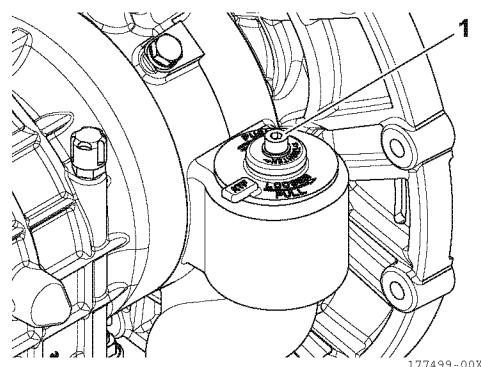

Figure 23
14. Serrez la vis d'assemblage (1, **Figure 23**) au couple de serrage de 5 N·m à 8 N·m (3,6 lbf à 5,9 lbf).